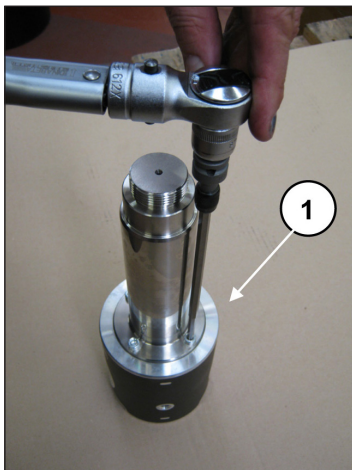

Fig. 41
Para separar a haste da guia do pistão, solte os parafusos do cabeçote cilíndrico M6, mediante a chave especial (pos. ①, Fig. 41).